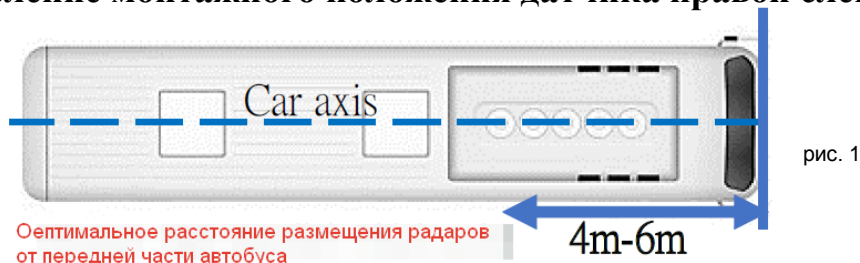

рис. 1
- (1) Данная система применяется для транспортных средств с длиной кузова не более 13 метров.
- (2) Установите датчики слепых зон между 1/2 длины кузова транспортного средства и осью переднего колеса, если длина автобуса, как пример, 12 метров, то положение датчика не должно превышать 6 метров от передней части ТС. Оптимальным является расположение 4-6 метров от передней части ТС. (рис. 1).